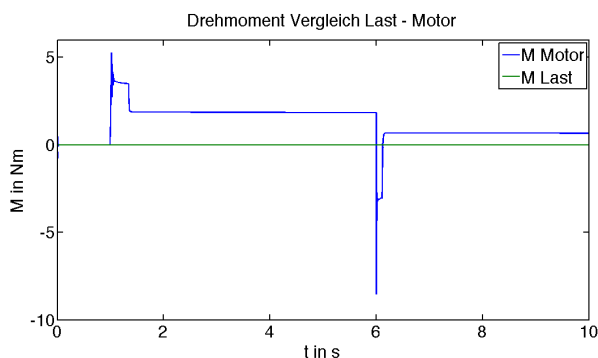

Fig. 3. Zeitlicher Verlauf des Drehmomentes
c) *Analyse der Ergebnisse:* In Figure 3 ist zu sehen, dass der Motor auf Vorgabeänderungen der Drehzahl mit starken Schwankungen des Drehmomentes reagiert. Bei einer Erhöhung der Drehzahl wird der Motor versuchen den Drehmoment innerhalb seiner Grenzen(Strom, Spannung, etc.) zu erhöhen um die gewünschte Drehzahl zu erreichen. Bei einer Mit einer Überschreitung wird er Ruckartig den Moment verringern.